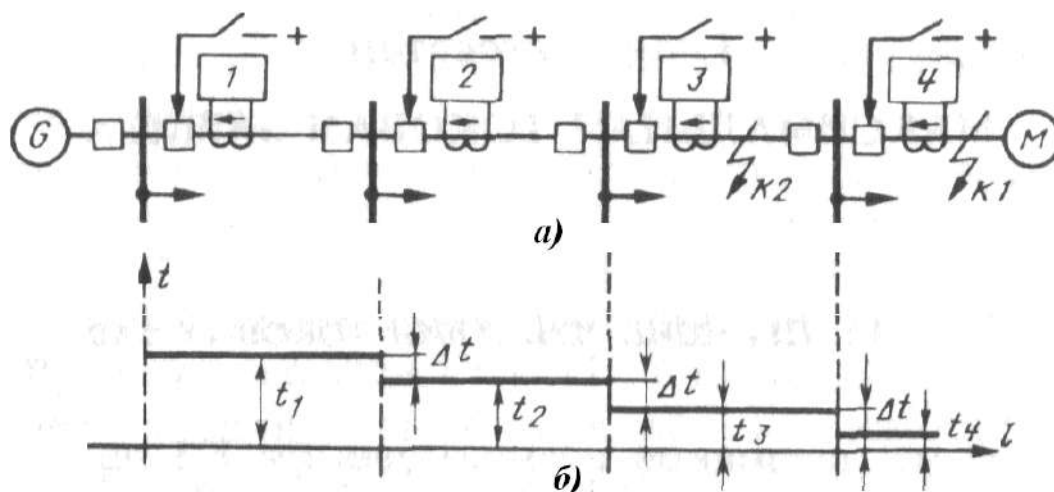
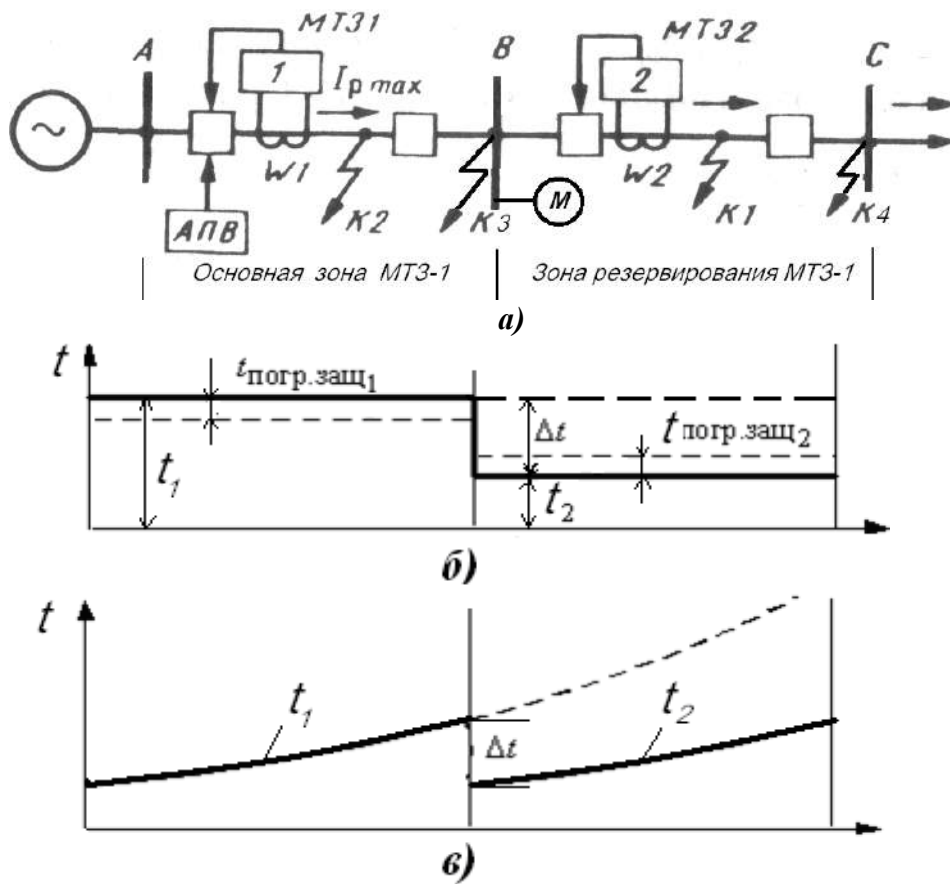

Рис. 1. Максимальные токовые РЗ в радиальной сети с односторонним питанием: *a* - размещение МТЗ; *б* - выдержки времени МТЗ, выбранные по ступенчатому принципу
Рис. 4. К выбору тока и времени срабатывания МТЗ:
Появление тока КЗ в каком-либо элементе электрической сети не всегда является признаком повреждения этого элемента, т. к. ток КЗ может протекать не только по поврежденному элементу, но и по неповрежденным, связанным с ним элементам. Например, при КЗ в точке $K1$ (рис. 1, *a*), ток КЗ проходит по всем участкам сети, расположенным между источником питания (G) и местом повреждения. В результате этого приходят в действие 1, 2, 3 и 4 защиты. По условию селективности сработать на отключение должна только РЗ 4, установленная на поврежденном элементе.
Для обеспечения указанной селективности МТЗ выполняются с выдержками времени, нарастающими от потребителей к источнику питания, как это показано на рис. 1, *б*. При соблюдении этого принципа в случае КЗ в точке $K1$ раньше других сработает МТЗ 4 и отключит поврежденный элемент. Защиты 1, 2 и 3, имеющие большие выдержки времени, вернуться в начальное положение, не успев подействовать на отключение. Причем, в случае отказа в действии МТЗ 4 или выключателя поврежденного элемента, их будет резервировать защита, расположенная ближе к источнику питания, т.е. МТЗ 3. Соответственно при КЗ в точке $K2$ быстрее всех сработает МТЗ 3, а МТЗ 1 и 2, имеющие большее время, не успеют подействовать. МТЗ 2 в этом случае будет резервировать МТЗ 3.
Трехфазные схемы обычно применяются в сетях с глухозаземленными нейтралью (110 кВ и выше), т.к. работают при всех видах КЗ. Время действия рассмотренной МТЗ определяется выдержкой времени, установленной на реле времени KT , и не зависит от значения тока КЗ, поэтому такая РЗ называется защитой с *независимой выдержкой времени* и имеет характеристику $t = f(I_p)$ в виде прямой линии, показанной на рис. 1.
В сети с изолированной нейтралью возможны одновременные замыкания на землю разноименных фаз в двух разных точках сети, например, в точке *К1* на линии *W1* и в точке *К2* на на линии *W2* (рис. 1). В этих случаях желательно отключить не обе поврежденные ЛЭП, а только одну из них – *W1* или *W2*. При произвольном расположении ТТ (на разноименных фазах на разных участках сети) МТЗ может отказать в действии, если оба замыкания на землю возникнут на тех фазах, где ТТ нет. Для исключения отказов в работе ТТ защит всех элементов сети устанавливают на одноименных фазах, а именно
Характер изменения тока и напряжения в линии $W1$ (рис. 1) при внешнем КЗ в точке $K1$ и после его отключения показан на рис. 4.
защищаемый элемент и резервировать защиты следующих участков сети, т.е. линий и трансформаторов, подключенных к шинам противоположной подстанции (рис. 1, а). Минимальный ток КЗ рассчитывается для реального минимального режима работы электростанций и сетей, питающих точку КЗ.
Коэффициент чувствительности для МТЗ считается допустимым, если величина его оказывается не менее 1,5 при КЗ в конце защищаемого элемента (точка КЗ на рис. 1, а) и не менее 1,2 при КЗ в конце зоны резервирования (точка К4 на рис. 1, а).
Выдержки времени МТЗ. Степень времени (селективности). Для обеспечения селективности выдержки времени МТЗ с независимой характеристикой выбираются по ступенчатому принципу (рис. 1). Разница между временем действия МТЗ двух смежных участков называется *ступенью времени или ступенью селективности*. Обозначается она как Δt и равна (рис. 1, б):
Согласование МТЗ с независимыми характеристиками. Считая, что выдержка времени МТЗ2 задана, выдержку времени МТЗ1 (рис. 4, б) определяют по выражению: